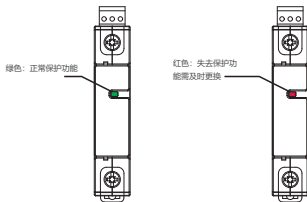

图5 NU5-II状态指示
5.1 安装使用前先检查电涌保护器标志与所使用的工作条件是否相符；电涌保护器状态指示，如下图5。